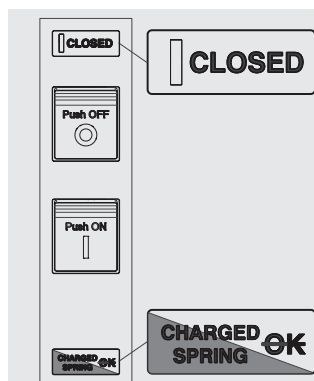

Figure 80
4. Disjoncteur fermé avec ressorts bandés et pas prêt à la fermeture (voir Figure 80). Cet état se vérifie quand après la fermeture (voir étape 4 - Manœuvres ouverture/fermeture manuelle disjoncteur) les ressorts sont bandés de nouveau manuellement ou automatiquement par le motoréducteur (si prévu).